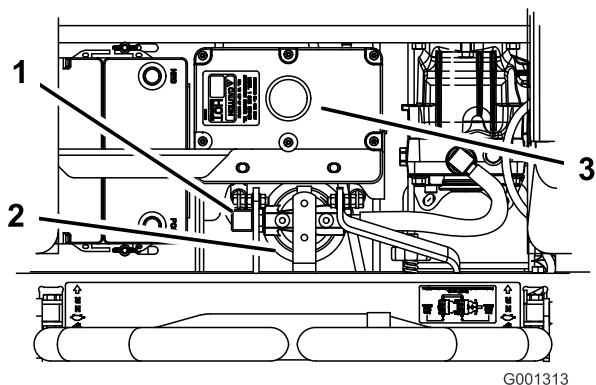

Figura 99
4. Rimuovete il tubo idraulico destro che entra nell'adattatore (Figura 99).
6. Montate il tubo idraulico destro nell'adattatore (Figura 99).